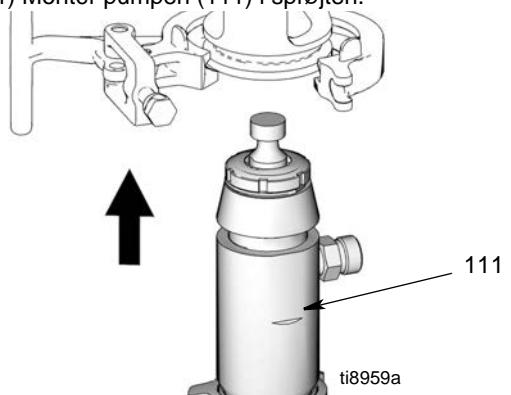

FIG. 20
- (Fig. 20) Installér pumpestangen i justeringsstøbningen og træk pumpen for at forlænge stangen, hvis dette er nødvendigt.